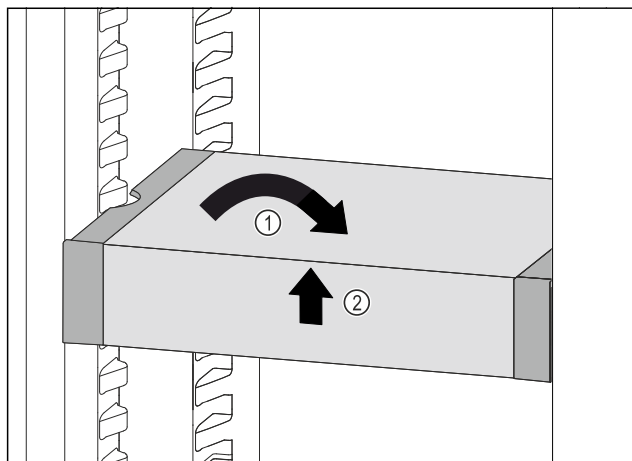

Fig. 152
- ▶ VarioSafe postavte rovně. Fig. 152 (1)
- ▶ VarioSafe vpředu zvedněte. Fig. 152 (2)